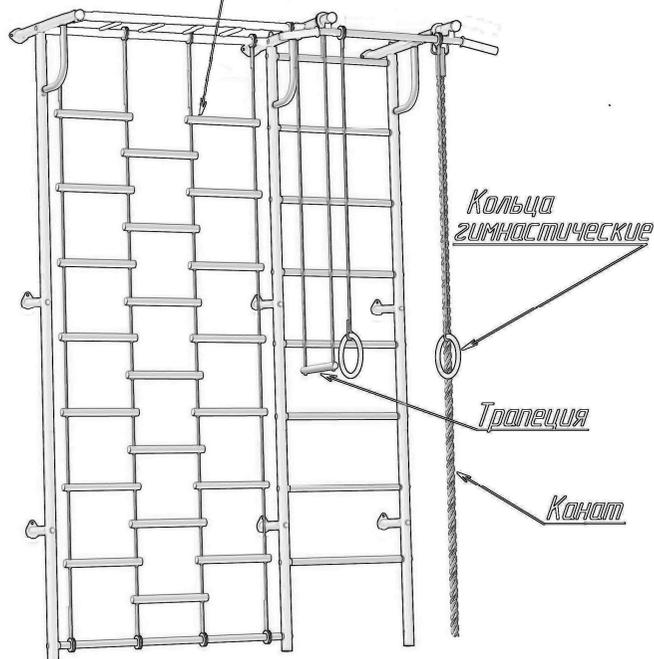

Рис. 1 – ДСК-6.С. ПВХ «РОКИ-С»
3.1. КОМПЛЕКС представляет собой сборно-разборную каркасную конструкцию из металлических труб, закрепленную анкерными болтами в стену (Рис. 1.) Основными составными элементами КОМПЛЕКСА являются вертикальная «шведская лестница» и горизонтальная неподвижная верхняя рама.